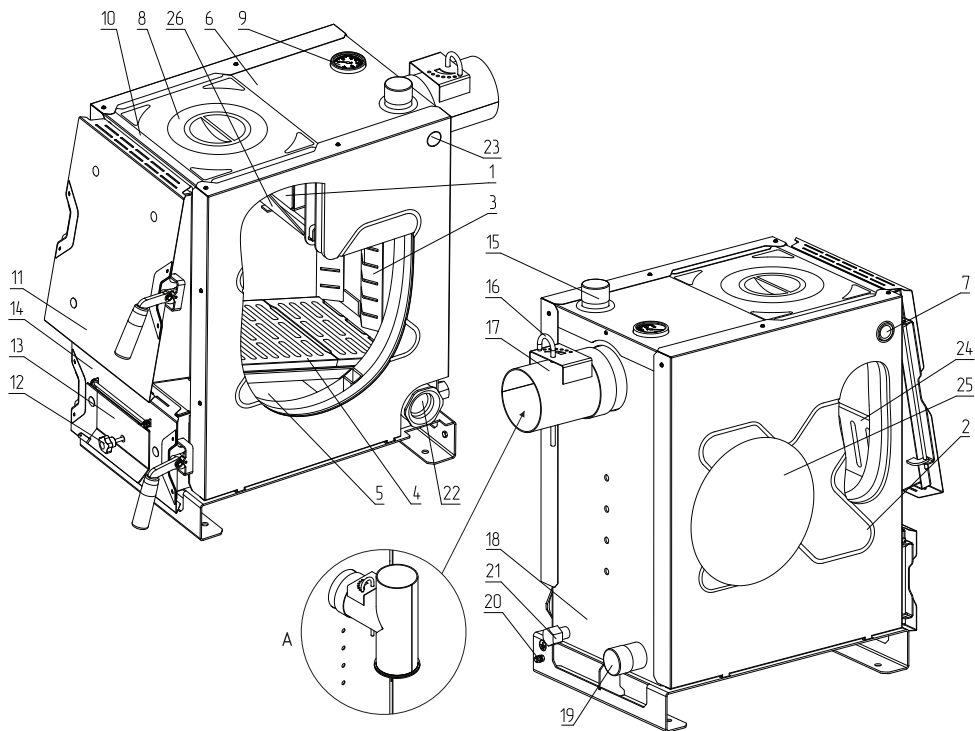

Рис.1 Устройство аппарата ZOTA Master-X
- Эксплуатировать аппарат без установленного зольного ящика (**Рис.1, поз.5**);
- Эксплуатировать аппарат без установленной шуровочной решетки (**Рис.1, поз.24**);